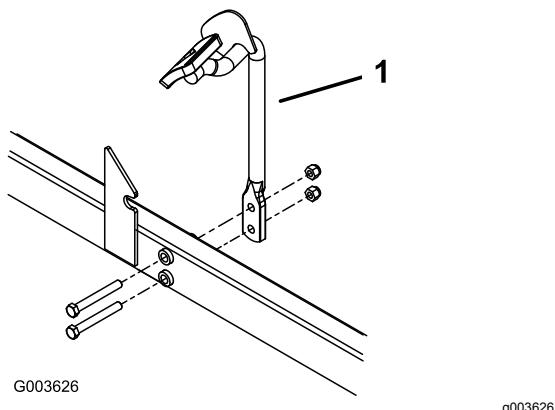

Figura 25
**Nota:** Posizionate il pedale come illustrato in Figura 25.